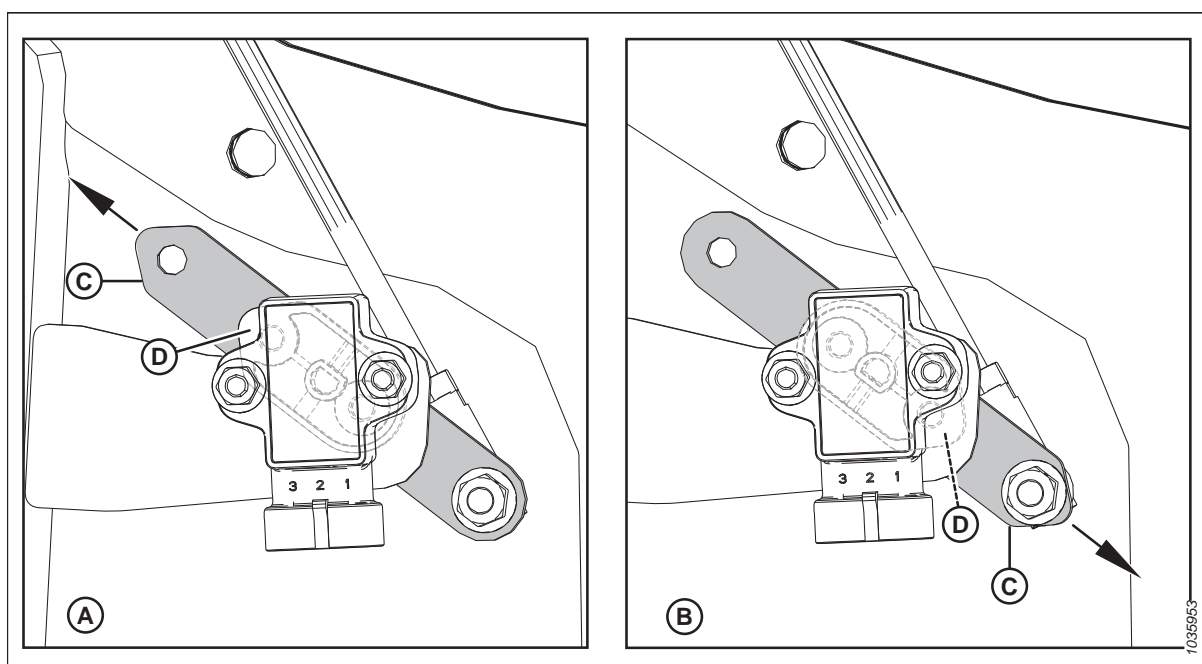

Figura 3.190: Configurațiile brațului senzorului/acului indicator
- Verificați dacă brațul senzorului (C) și acul indicator (D) sunt configurate corespunzător pentru heder. Pentru instrucțiuni, consultați Figura 3.190, pagina 172.